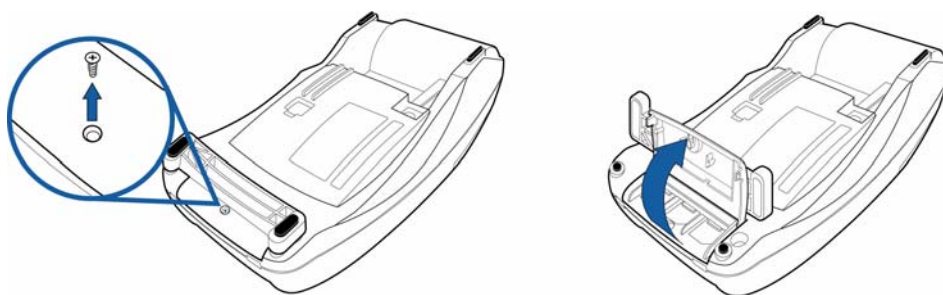

图 14 打开 Vx510 MSAM 盒盖
- 3 拆除 MSAM 盒盖的螺丝，将盒盖向后掀起，这时就可看到 MSAM 卡槽（请参见图 14）。